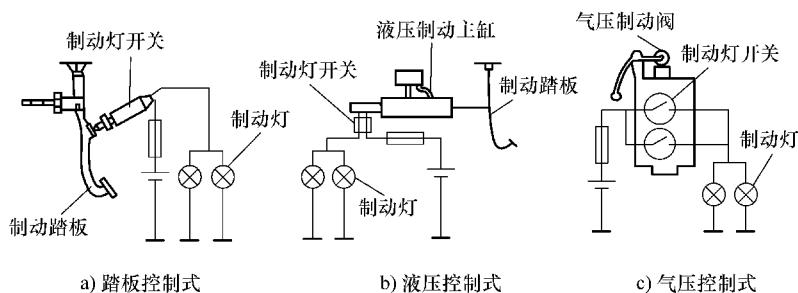

图 10-22 制动灯控制原理
(1) 制动灯的作用 制动灯的作用是当驾驶人踩下制动踏板时,制动灯即亮起,并发出红色光,提醒后面的车辆注意,不要追尾,而松开制动踏板时制动灯即熄灭。
(2) 制动灯控制原理 汽车制动灯受行车制动器控制,常见控制开关分踏板控制式、液压控制式、气压控制式三种,其原理如图 10-22 所示。